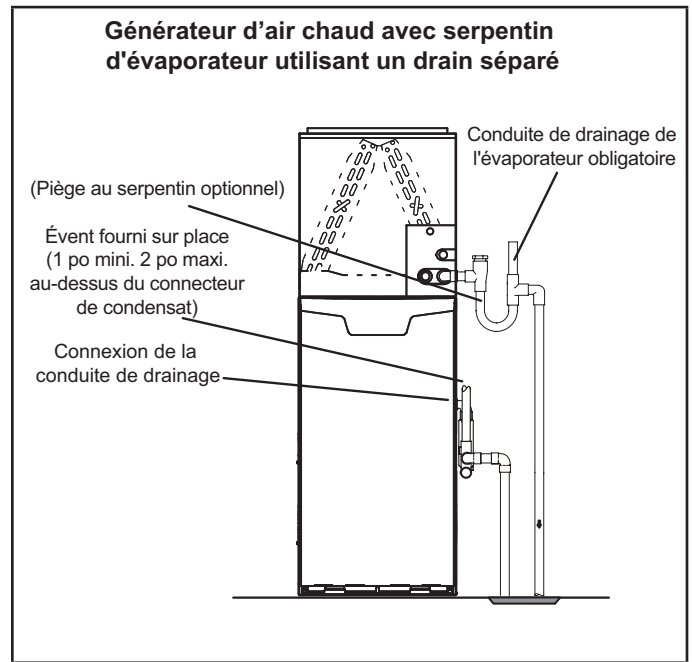
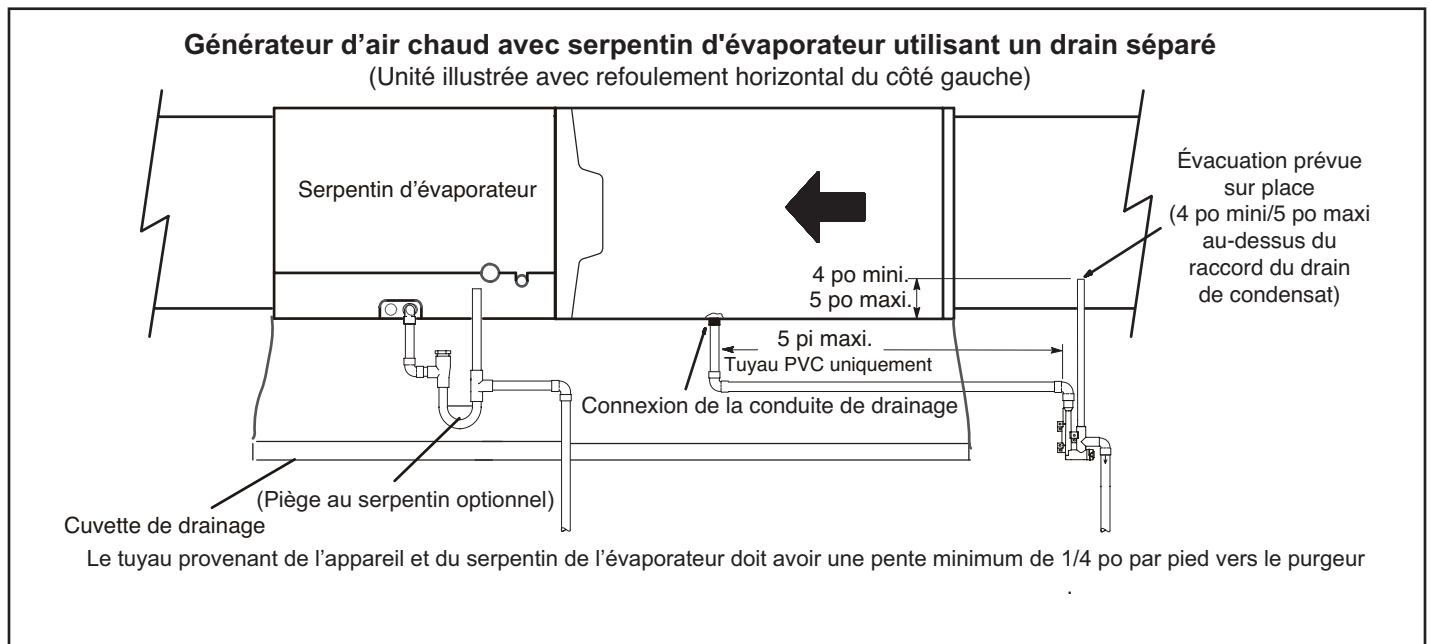
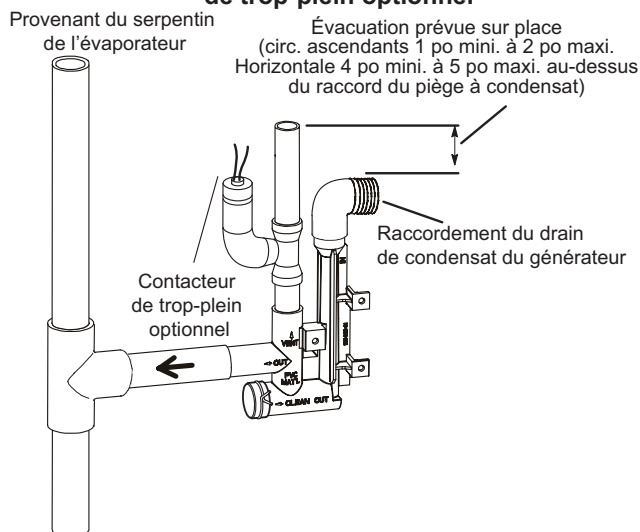

FIGURE 49
FIGURE 50
FIGURE 51
- 5 - La FIGURE 49 et la FIGURE 50 montrent l'appareil et le serpentin d'évaporateur utilisant un drain séparé. Si nécessaire la conduite de condensat de l'appareil et celle du serpentin d'évaporateur peuvent s'écouler ensemble. Reportez-vous aux FIGURE 51, FIGURE 52 et FIGURE 53.